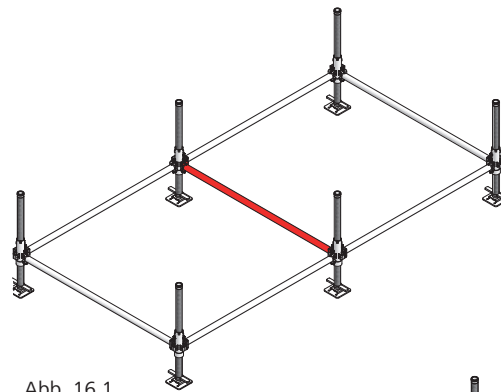

Abb. 16.1
4. Riegel 170 MT mit integrierten Keilen an die Fußspindeln MT anschließen (Abb. 16.1).
6. Die Keile mit dem Hammer festschlagen (Abb. 16.1).